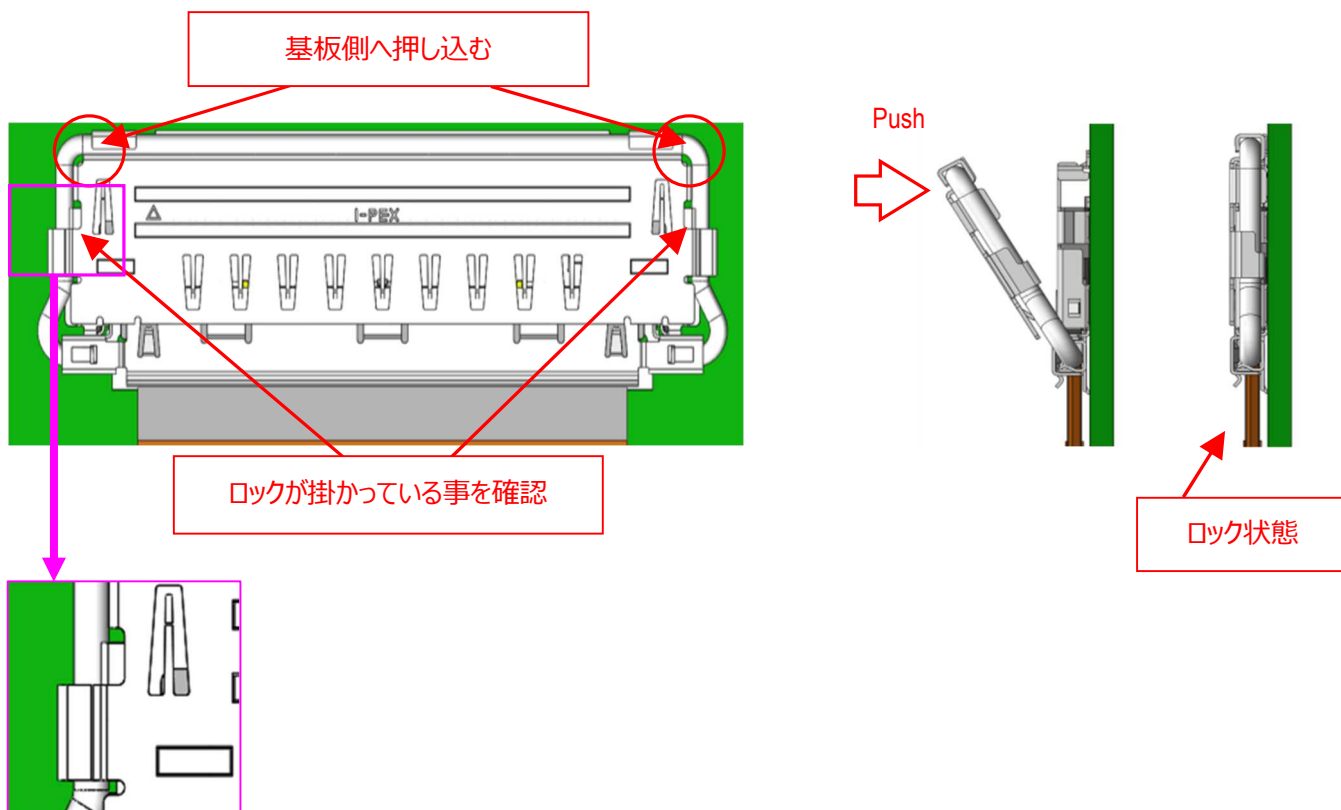

図 13
③ Cover の図 13○部を基板側へ押し込み、リセプタクルコネクタの SHELL と Lock Bar をロックさせる。